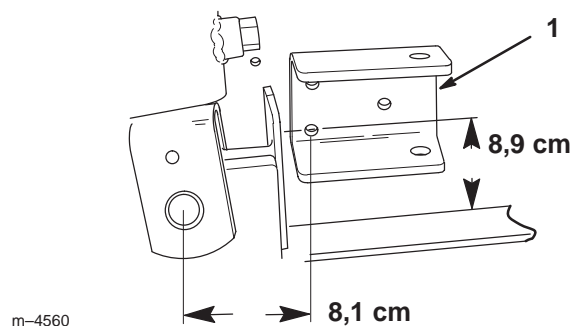

Figura 4
4. Allineate la staffa della barra laterale, come illustrato nella Figura 4, e contrassegnate il centro dei tre fori (all'occorrenza, regolate leggermente la posizione della staffa in modo che la stessa e la contropiastra non intralcino i gruppi saldati del trattore).